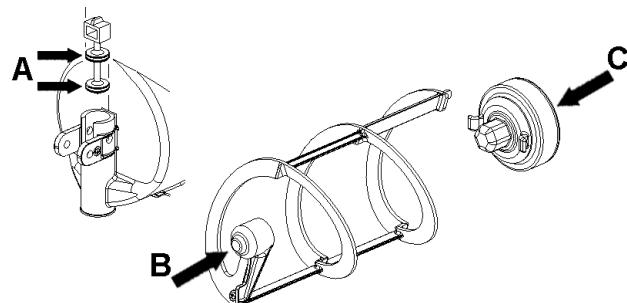

Bild 12
- 2 Den Hahnkolben und die magnetische Außenspirale einfetten (an den in Bild 12 gezeigten Stellen A, B und C) schmieren. Dazu ausschließlich das vom Hersteller gelieferte Fett oder anderes **Fett für Speisezwecke** verwenden.